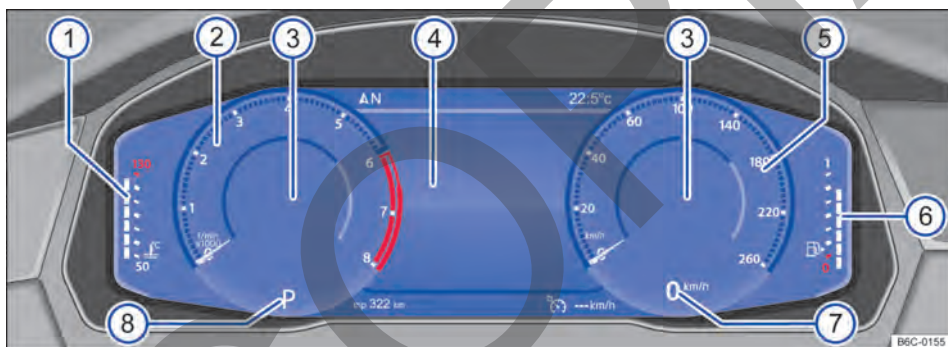

Fig. 11 Active Info Display en el panel de instrumentos.
Explicaciones sobre los instrumentos → fig. 11:
Dependiendo del perfil de información seleccionado, el Active Info Display muestra informaciones adicionales en el centro de instrumentos redondos → fig. 11③. Los siguientes perfiles de información pueden ser seleccionados: